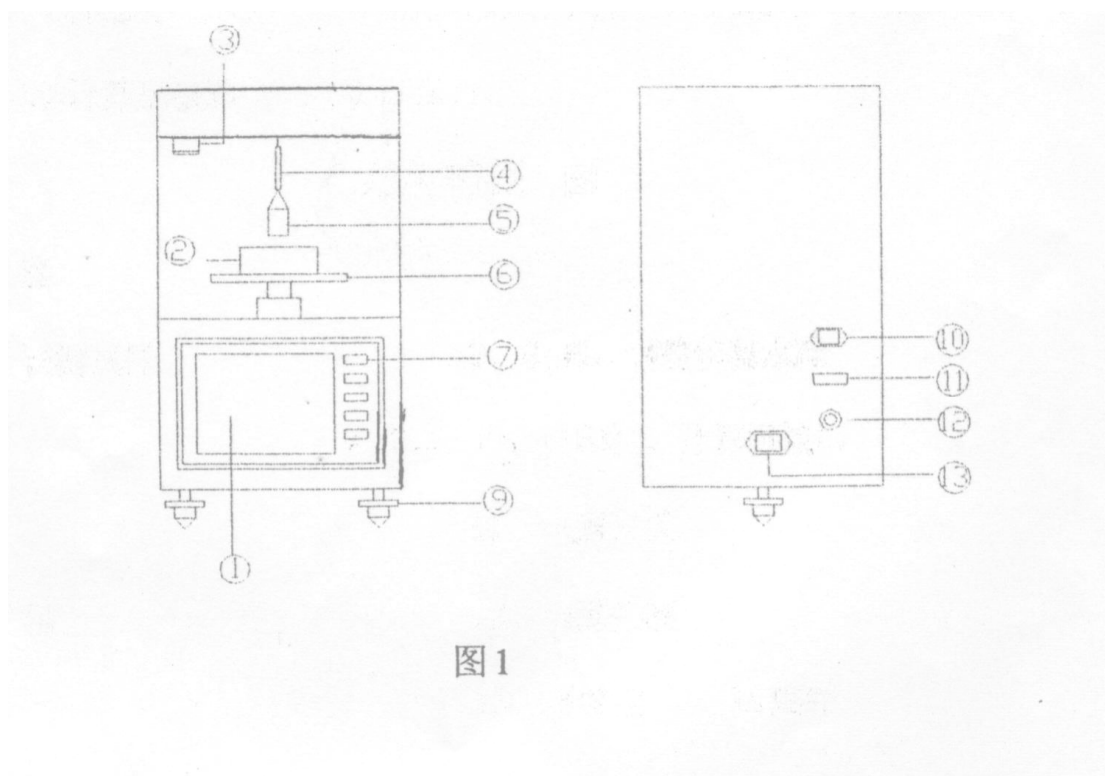
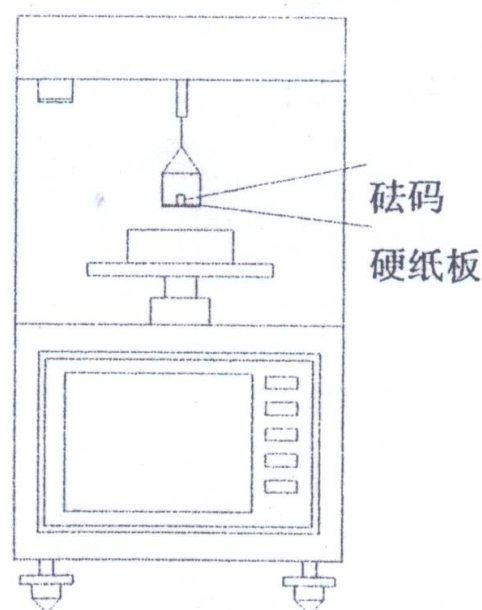

图 1
图 4
四、结构特征(图 1)
1.1 观察显示画面下部“仪表读数”的四位数，在保证铂环灼烧洁净的条件下用“零点微调”（图 1 中 3）微调至 0001—010 之间（最佳值 0005）。仪表菜单显示的“原标定值”是生产厂家制造本仪器时的生产标定值。用户在使用仪器之前此项可不必做。特殊情况，如用户怀疑本仪器精度不足，可按菜单提示操作，进行砝码标定（图 4）。每档仪器标定值与原标定值在+20 个 A / D 数值之内，说明本仪器在正常状态。